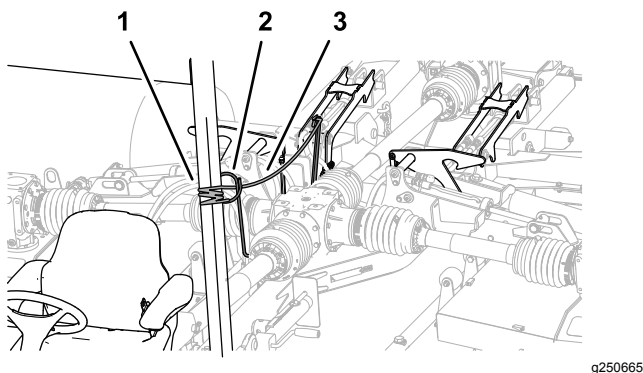

Figure 34
1. Acheminez le cordon de verrouillage du plateau du guide-flexible au siège de l'utilisateur (Figure 34).
- Attachez le cordon au composant du châssis fixe du véhicule tracteur, par exemple le montant de l'arceau de sécurité (ROPS) (Figure 34).